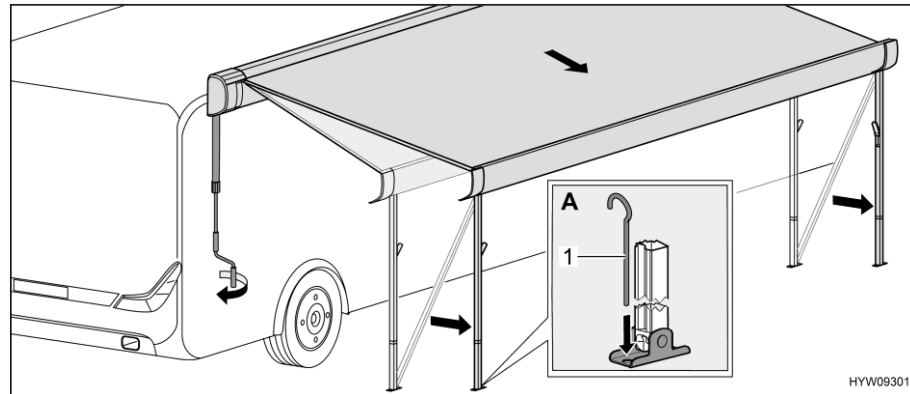

Fig. 27 Mover el toldillo a la posición final
- Fijar los pies de apoyo en el suelo usando piquetas (Fig. 27,1) (Fig. 27,A).